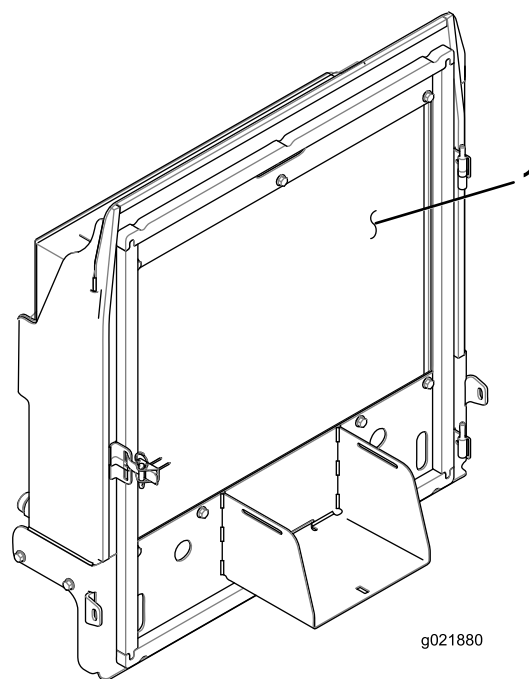

Figura 94
4. Limpie a fondo ambos lados de la zona del radiador/enfriador de aceite con aire comprimido (Figura 94).